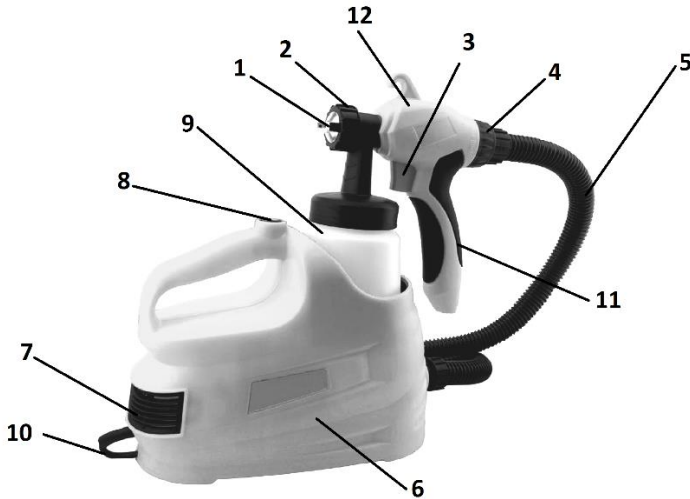

Рисунок 1
- перевірити стан повітряного фільтру під кришкою (7, рис.1) і за необхідності замінити, з'єднати усі частини виробу;
**4.2** Виберіть необхідний режим роботи виробу за допомогою повітряної головки с соплом (1) та регулятора розходу матеріалу (4) (див. рисунок 1), для увімкнення блока нагнітання повітря натисніть кнопку «увім/вимк» (8). При натисканні куркової клавіші вимикача (3), матеріал через сопло подається для розпилення. Для зупинки розпилення - відпустити клавішу вимикача, для вимкнення виробу необхідно натиснути кнопку «увім/вимк» (8).